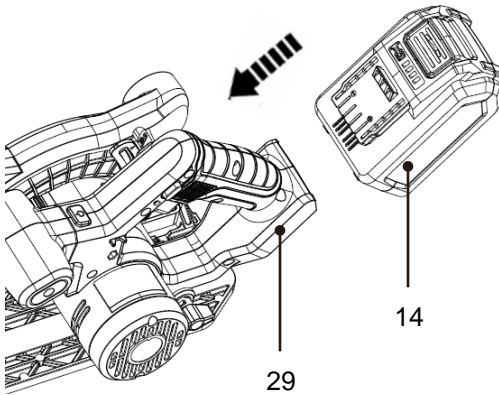

Fig. 5
1. Para colocar o conjunto de baterias, alinhe as ranhuras deslizantes do conjunto de baterias (14) com o suporte do conjunto de baterias (29) e deslize o conjunto de baterias (14) para dentro. Certifique-se que fica bem encaixado (Fig. 5).